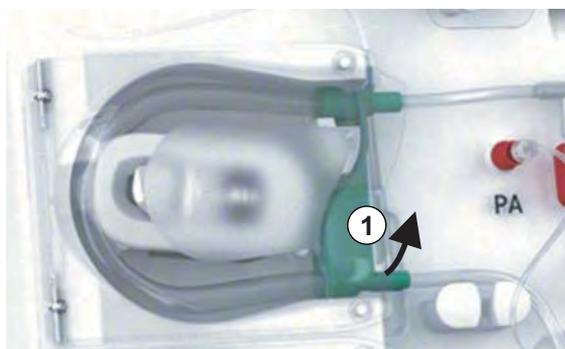

Fig. 7-1 Retrait de la ligne à sang
5. Soulever légèrement la partie inférieure du multi-connecteur (Fig. 7-1, ①) de la base de la pompe à sang (sens de la flèche) tandis que le couvercle de la pompe à sang est fermé.